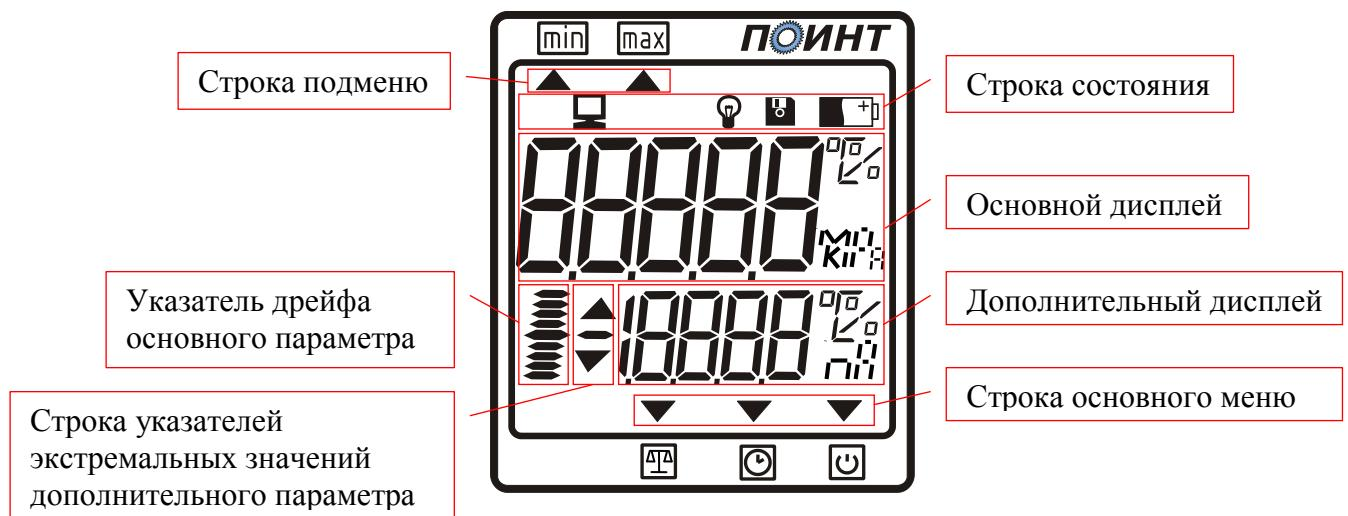

Рис.1
3.2.На лицевой панели измерителя расположен цифровой индикатор (рис.1), служащий для отображения информации и две кнопки управления. В верхней части прибора расположен разъем для подключения датчиков. На задней части измерителя находится крышка батарейного отсека..
4.4. Описание основного дисплея. Измеритель имеет три рабочих режима: рабочий режим измерения, режим отображения текущего времени, режим выбора времени работы измерителя. Переключение между этими режимами производится нажатием левой кнопки измерителя. В зависимости от положения указателя «▼», который расположен в строке основного меню (рис.1), можно определить, в каком режиме находится измеритель. Так при положении указателя над значком ⚡ прибор будет настроен на рабочий режим измерения, ⌚ - режим отображения текущего времени, ⏪ - режим выбора времени работы измерителя. В рабочем режиме измерения на основном дисплее может выводиться значение температуры, измеренное при помощи термопреобразователя сопротивления или термопары, физической величины соответствующая унифицированному сигналу постоянного тока в диапазонах от 0 до 5 или от 4 до 20 мА, Настройка этого параметра приведена в п.8.1. «Режим программирования». В режиме отображения текущего времени при нажатии на правую кнопку на индикаторе отображается текущий месяц, число и год. Установка этих параметров приведена в п.8.3.